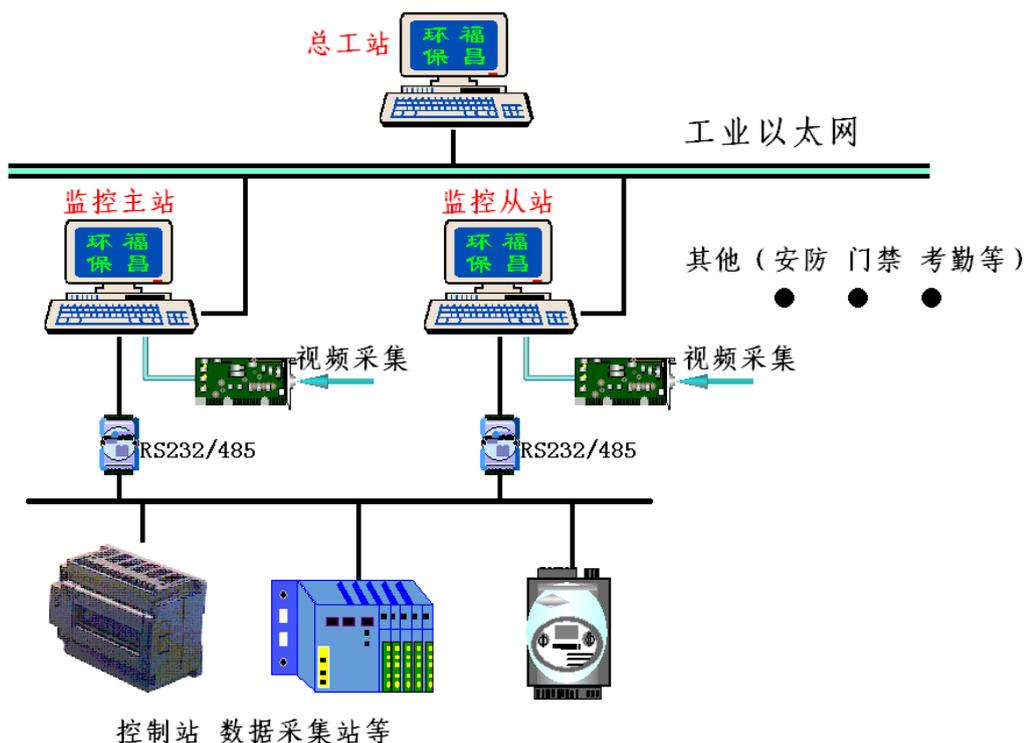

图 1
本监控系统拓扑图见图 1：
- ◆ 双机热备，冗余监控。如图 1 所示，为本系统结构图。双机热备实现了实时数据、报警信息和变量历史记录的热备。主从机都正常工作时，主机从设备采集数据，并产生报警和事件信息。从机通过网络从主机获取实时数据和报警信息，而不会从设备读取或自